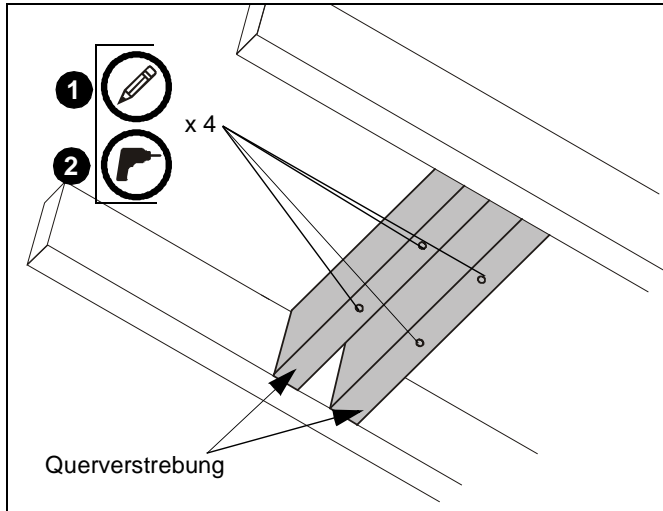

Abb. 1
1. Verwenden Sie die Deckenplatte (A) als Schablone und zeichnen Sie vier Vorbohrungen an (Siehe Abb. 1). Achten Sie darauf, dass sich die Markierungen in der Mitte der Holz balken befinden.
2. Bohren Sie Vorbohrungen mit einem Durchmesser von 5,6 mm (7/32") in die Holzbalkenquerverstrebung. (Siehe Abb. 1) Achten Sie darauf, dass die Vorbohrungen gerade verlaufen.